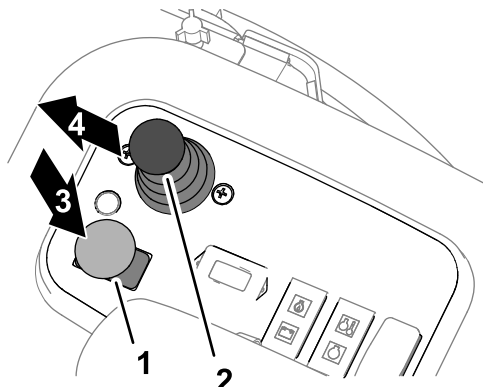

図 49
3. カuttingユニット駆動スイッチを切位置にする 図 49。
5. 芝刈りコントロールレバーを軽く前に倒す 図 49。